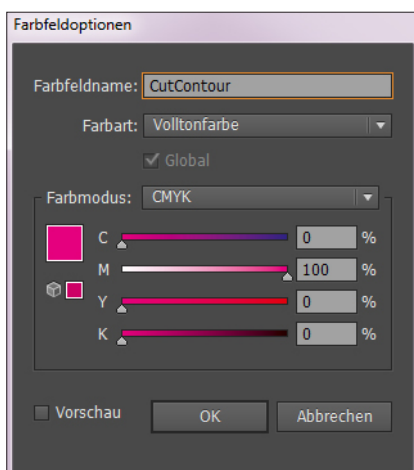

Abb. 1
3. Legen Sie eine Sonderfarbe in 100 % Magenta an und nennen diese „CutContour“, siehe Abb. 1.